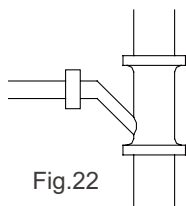

Fig.22
- 1: collegare il collegamento a 3 vie del giunto della tubazione di scarico, come mostrato nella Fig. 22.